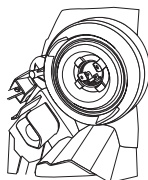

Figura -2
- Certifique-se de que a luminária tem uma junta e uma mola de metal ou um mecanismo de fixação semelhante. Utilize a mola de metal para fixar a lâmpada conforme indicado na figura 2.